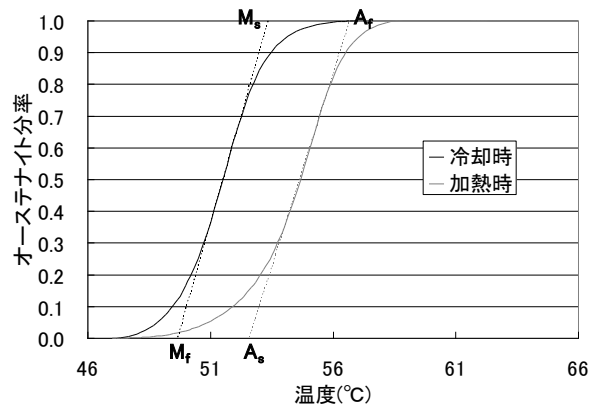

図1 温度変化に伴うオーステナイト分率の変化
- 6) 2つのプリーに形状記憶合金を取り付ける(図1)
今回用いた TiNi 形状記憶合金について、温度変化による原子構造の変化を、示差走査熱量計を用いて測定しました（図 1）。加熱時に熱を吸収して、52～56℃の範囲でマルテンサイト相からオーステナイト相へ変態（構造が変化）し、冷却時には発熱を伴って、53～50℃の範囲でオーステナイト相からマルテンサイト相へ変態することがわかります。形状回復は、マルテンサイト相からオーステナイト相への変態時に起こります。